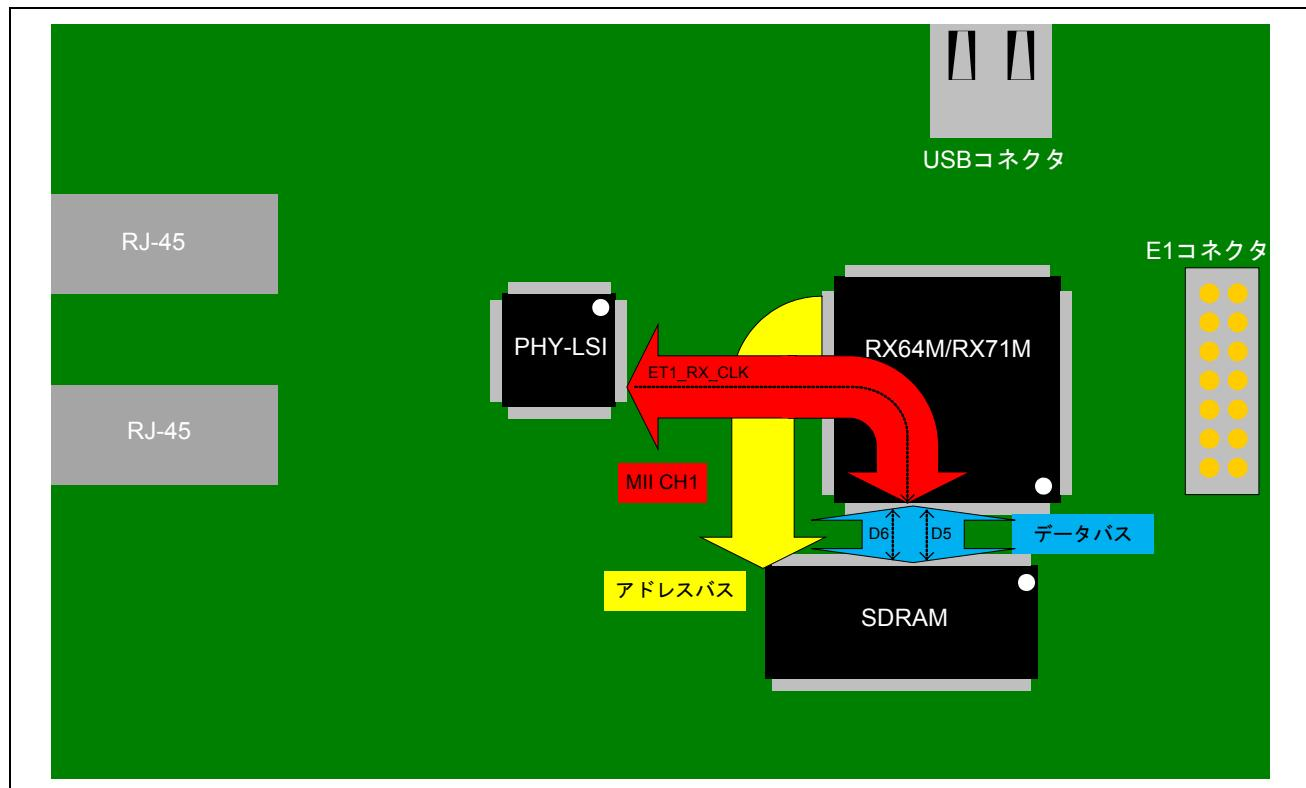

図 1 部品レイアウト
Ethernet 通信ボードの部品レイアウトを図 1 に示し、レイアウトの際の注意点について説明します。
- SDRAM のデータバスおよび PHY-LSI からの Media Independent Interface(以下 MII) / Reduced Media Independent Interface(以下 RMII)信号(特に MII CH1 の ET1\_RX\_CLK)が最短かつ並走しないように部品をレイアウトします。特に ET1\_RX\_CLK と D5,D6(SDRAM データバス)の信号パターンを並走させないようにします。(図 1 参照)